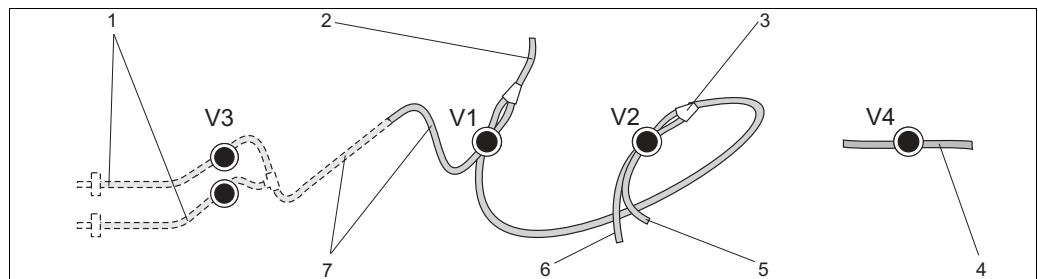

Fig. 11: Valvole e tubi flessibili delle valvole
- Inserire i tubi flessibili delle valvole seguendo la fig. 11. Questo evita che i tubi rimangano attaccati o vengano schiacciati l'un l'altro nella stessa posizione a lungo.